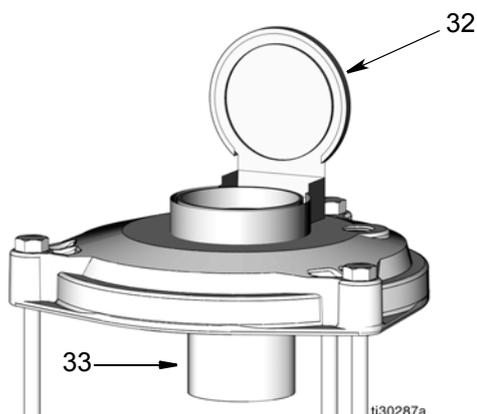

FIG. 6
1. Abra el tapón de llenado del aceite (32) que se encuentra en la parte superior del depósito.
NOTA: El tapón de llenado del aceite (32) lleva instalado un filtro (33) para prevenir la contaminación del lubricante (FIG. 6).
- a. Revise el filtro (33) antes de llenar el depósito.
- b. Cuando sea necesario, quite el filtro (33) y límpielo minuciosamente.
- c. Si se quitó el filtro (33) en el Paso b, colóquelo antes de añadir lubricante.